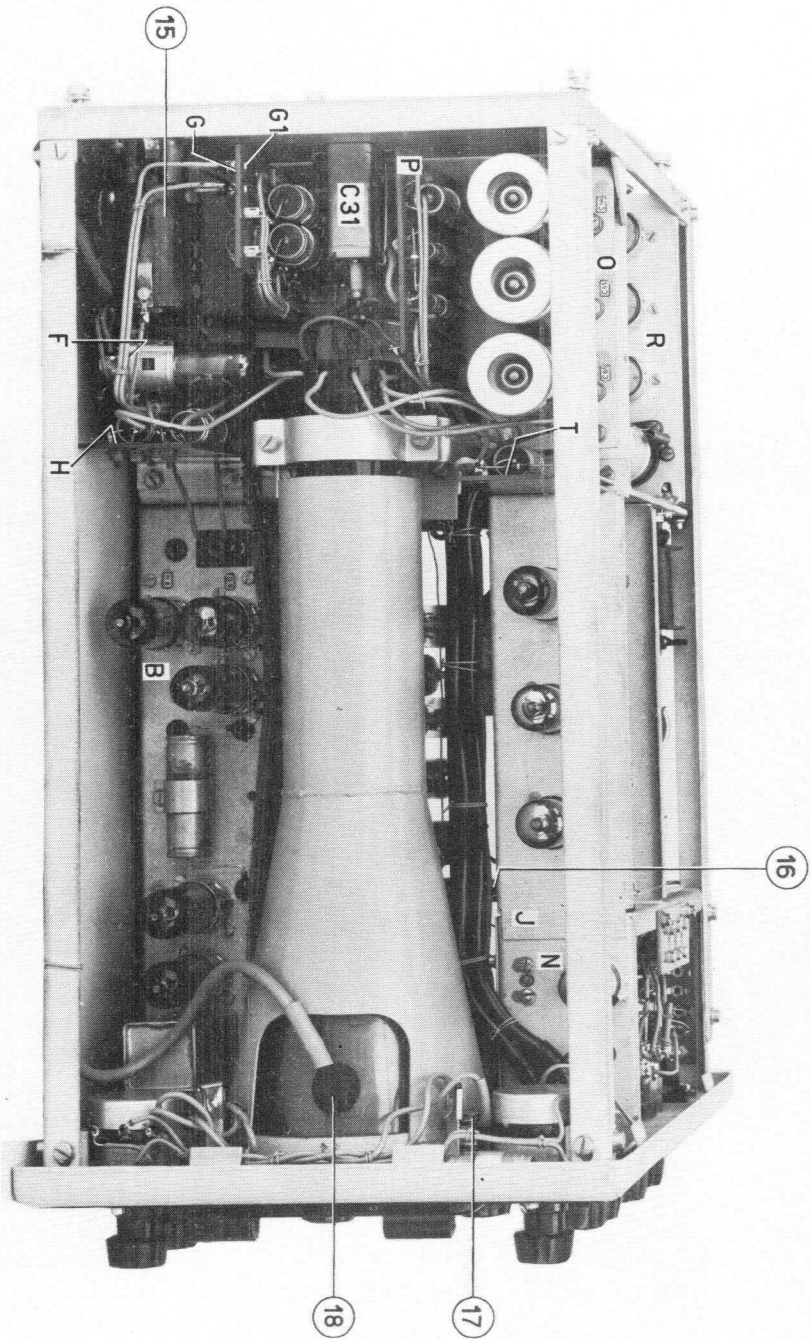

fig. 3
4.3. Bovenaanzicht (zie fig. 3 en 4)